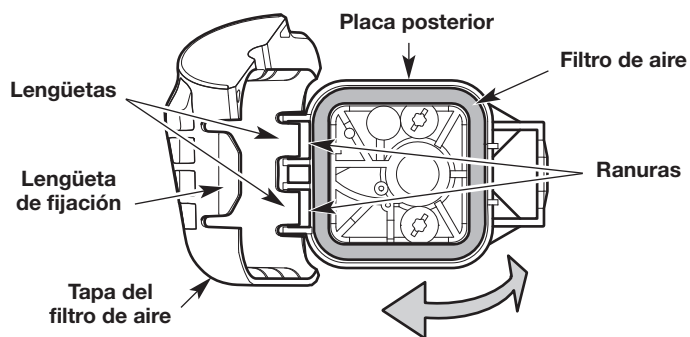

Fig. 9
1. Abra la cubierta del filtro de aire: oprima la lengüeta de fijación y gire la cubierta del filtro de aire hacia la izquierda (Fig. 9).
2. Extraiga el filtro de aire (Fig. 9).
6. Vuelva a instalar el filtro de aire (Fig. 9).
7. Cierre la cubierta del filtro de aire: inserte las lengüetas de la cubierta del filtro de aire en las ranuras de la placa posterior. Gire la cubierta del filtro de aire hacia la derecha y oprímala para cerrarla hasta que la lengüeta de fijación calza a presión en su lugar (Fig. 9).